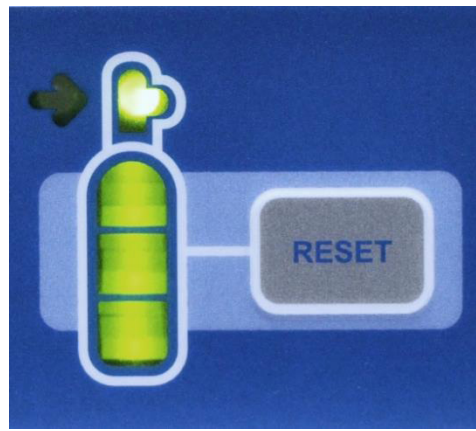

Abbildung 11: RESET-Taste des N₂O-Gasmanometers
- Suchen Sie die Gasflaschenanzeige auf der Vorderseite der cryoICE BOX. Rechts neben dieser Anzeige finden Sie die RESET-Taste, siehe Abbildung 11.